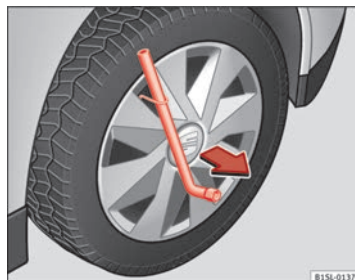

Fig. 139 Démontez l'enjolveur intégral.
- Introduisez la clé démonte-roue dans le crochet en fil de fer ⇒ fig. 139 puis tirez sur l'enjolveur dans le sens indiqué par la flèche.